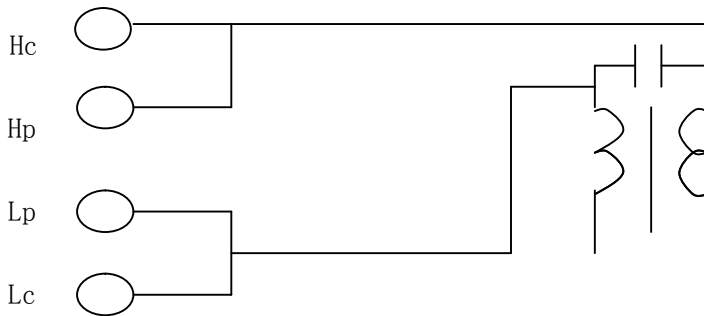

图 5-10 初、次级电容量测量
- **初、次级间电容量测量：**按图 5-10 所示连接，测量参数用  $C_p-R_p$ ，可测量初、次级电容量。